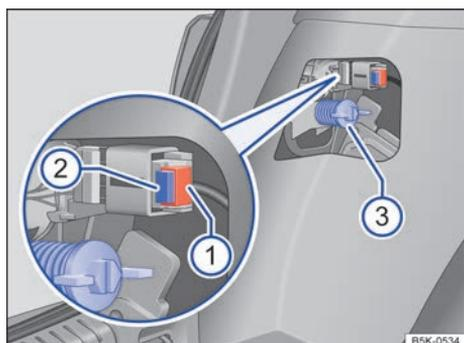

Fig. 178 Lateral del maletero: desmontaje del grupo óptico trasero.
4. Extraiga el seguro → fig. 178 (1). Presione el bloqueo → fig. 178 (2) del conector y desacople el conector.
5. Desenrosque el tornillo de fijación con la mano → fig. 178 (3).
12. Con una mano sostenga el grupo óptico trasero en la posición de montaje y con la otra enrosque firmemente el tornillo de fijación → fig. 178 (3).
14. Acople el conector al portalámparas y encaje el seguro → fig. 178 ①.